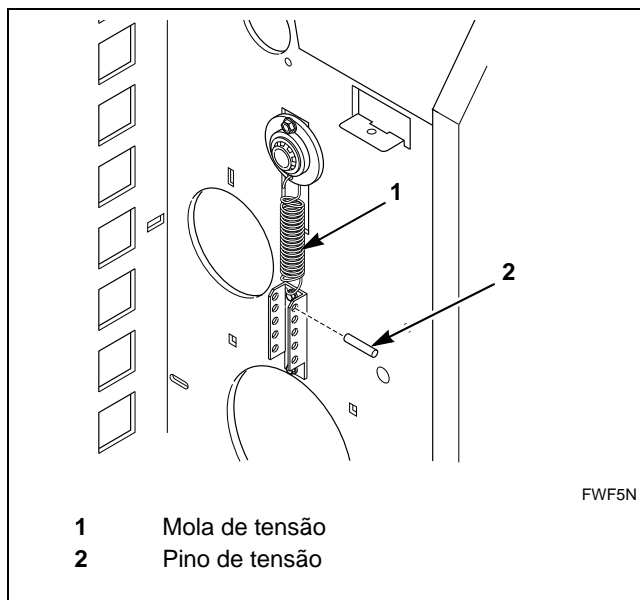

Figura 34
4. Solte a mola de tensão da correia de retorno do pino de tensão de cada lado da passadeira. Consulte *Figura 34*.